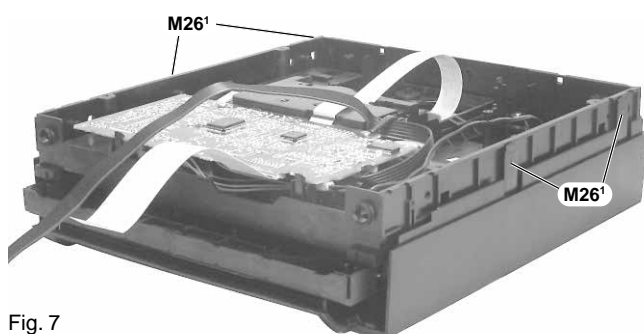

Fig. 7
- 4 Schrauben **M26'** herausschrauben (Fig. 7).
- Undo 4 screws **M26'** (Fig. 7).